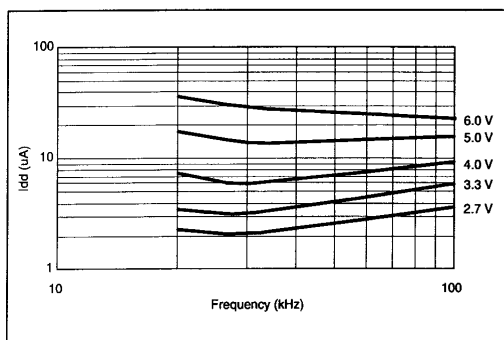

图 43 典型的低频振荡器  $I_{dd}$  (25°C)
- IDD, IID 和 IPD 的规格在以下条件下测得: 使用外部时钟源, 关闭比较器, 掉电检测和看门狗定时器。参看图 43~49。